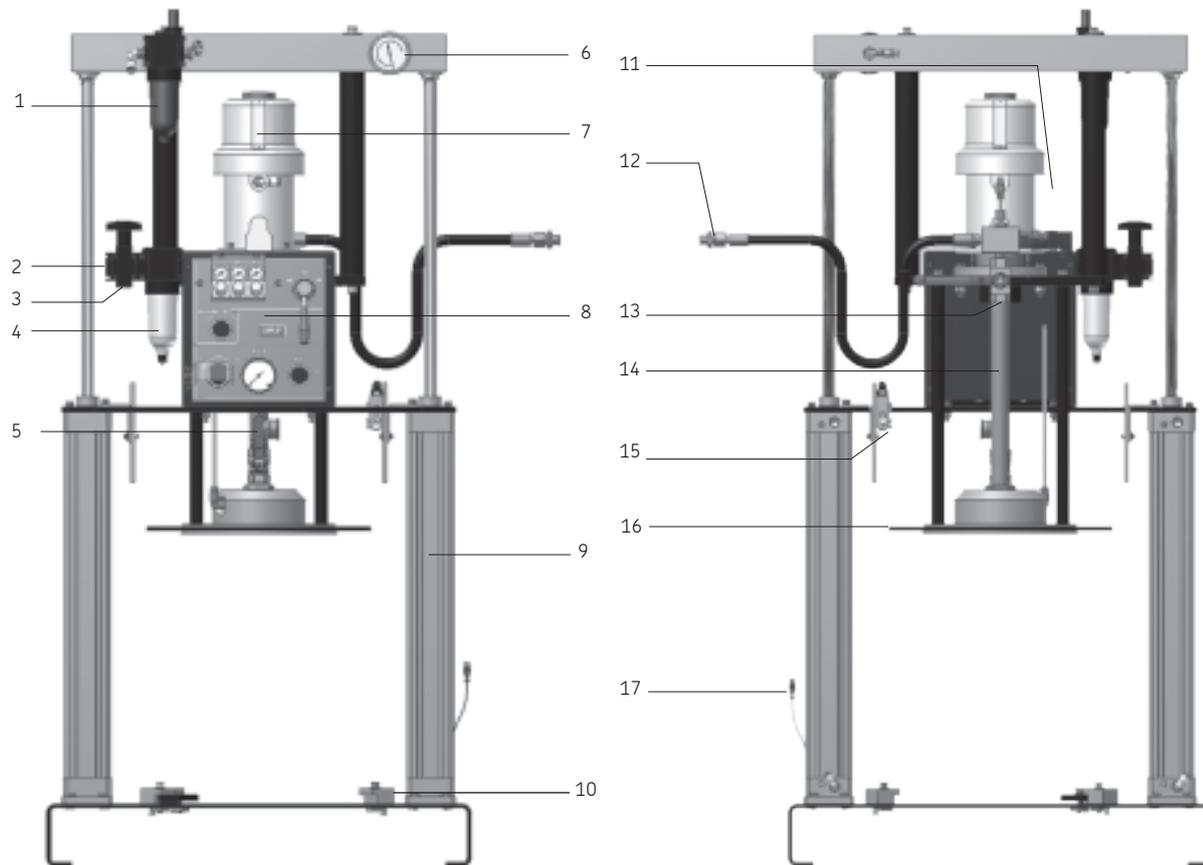

Fig. 1 Pompe extrudeuse PTEX pour fût de 25 kg
La figure 1 montre le principe de construction d'une pompe extrudeuse PTEX pour fût de 25 kg.
Le raccordement d'air comprimé pour la pompe extrudeuse (→ pos. 2 fig. 1 page 9) s'effectue avec un raccord mâle 3/8" G.